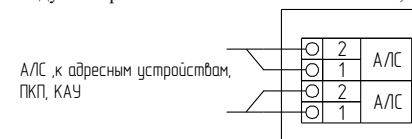

Рисунок 4
6.9 Подключить провода АЛС к клеммной колодке (см. рисунок 4). Номинальное сечение проводов АЛС от 0,35 до 1,5 мм2.